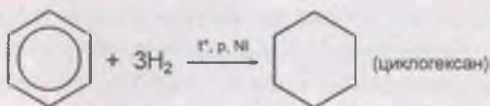

Рис. 123
- 1) гидрирование (присоединение водорода) происходит в присутствии катализаторов и при повышенной температуре. Бензол гидрируется с образованием циклогексана. Производные бензола дают производные циклогексана (рис. 123);